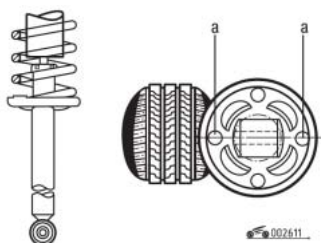

Рис. 6.11. Отверстия «а» должны располагаться на одной линии с осью колеса
- отцентрируйте расположение нижней опорной чашки: отверстия «а» (рис. 6.11) должны располагаться на одной линии с осью колеса;